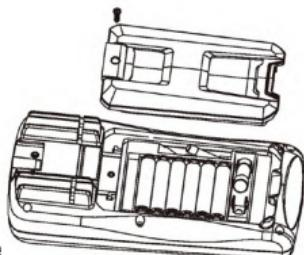

Abbildung 15
2. Die Batterie oder das Sicherungsrohr (siehe Abb. 15) die Betriebsschritte ersetzen: * Stellen Sie den Stromschalter in die "off" Position, ersetzen Sie das Diagramm 03075/03079 und entfernen Sie den Stift aus dem Eingangsbuchse. * Verwenden Sie einen Schraubenzieher, um eine Schraube an der Halterung zu schrauben und entfernen Sie die Batterie Rückenlehne und Halterung, um die geblasene Sicherung F1/F2 zu ersetzen. * Nachdem die Niederspannung angezeigt wird, ist es notwendig, eine Stromversorgung anzuschließen, um sich an die Ladung DC10V 500mA anzupassen.